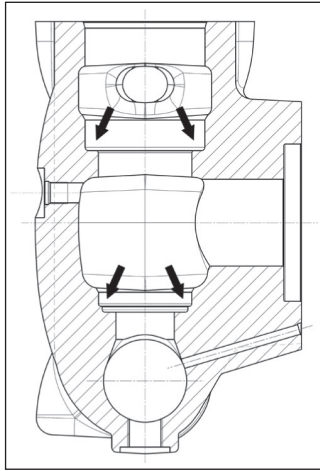

Fig. 98
**Avant de replacer les groupes soupape, nettoyer et essayer parfaitement leurs sièges respectifs ménagés dans la tête hydraulique et indiqués par les flèches (rep. ①, Fig. 98).**